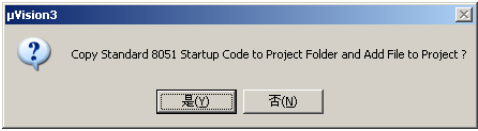

图 25-14 “μ Vision3”对话框
(3) 单击“确定”按钮，此时弹出“μ Vision3”对话框，如图 25-14 所示。单击“是”按钮，完成工程的建立。